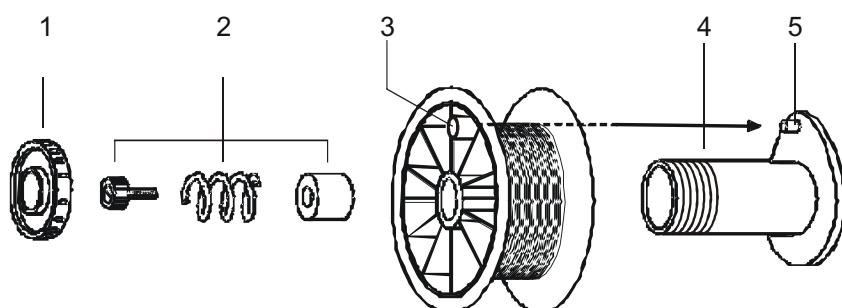
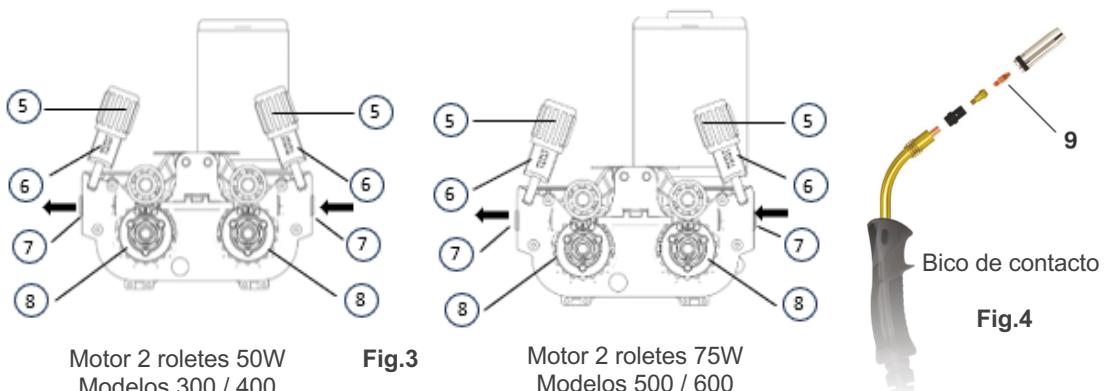

Fig.2
Fig.3
- Para aplicar a bobina sobre o desenrolador, desapertar a porca de sujeição (1-fig.2) e colocar a bobina de fio (3 – Fig. 3) verificando se o orifício da bobina (3-Fig.3) se aloja no pino (5-Fig.3) do desenrolador para que o sistema de travagem (2-Fig 3) se mantenha operativo. Depois de colocada a bobina apertar a porca de sujeição.
- Seguidamente, deve regular-se o sistema de travagem da bobina ajustando o parafuso de regulação de travagem (2-Fig.3) até se verificar que a bobina para sem deslizamentos ao mesmo tempo que o motor-redutor.